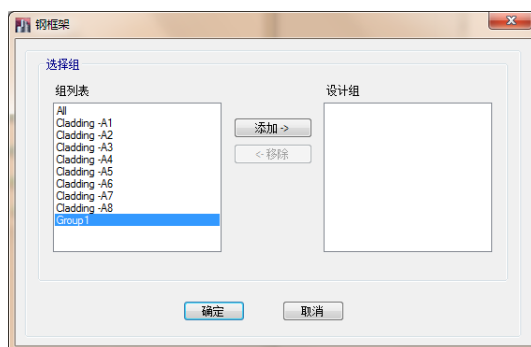

图 8-3 钢框架对话框
5. 点击菜单：**设计>钢框架设计>选择设计组**命令，弹出**钢框架**对话框，如图 8-3 所示。